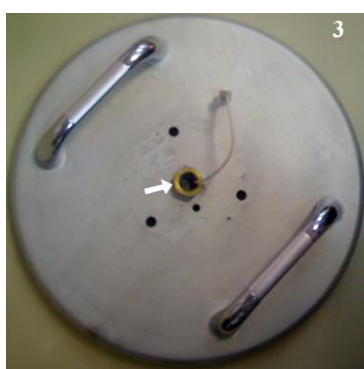

Рисунок 4.5
3) Отвернуть накладную гайку и извлечь акселерометр (рисунок 4.5, гайка обозначена стрелкой).